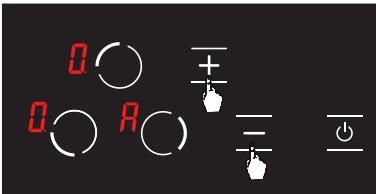

Abbildung 14
4. Nachdem die automatische Heizung eingestellt wurde, kann die gewünschte Kochstufe mit den **+** und **-** Tasten eingestellt werden. (siehe Abb.14) Das Symbol **R** und die ausgewählte Kochstufe erscheinen abwechselnd auf dem Display.